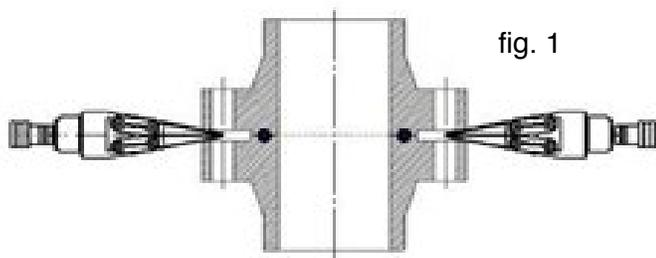

fig. 1
- Los separadores deberán situarse formando un ángulo de 180° (véase la fig.1).